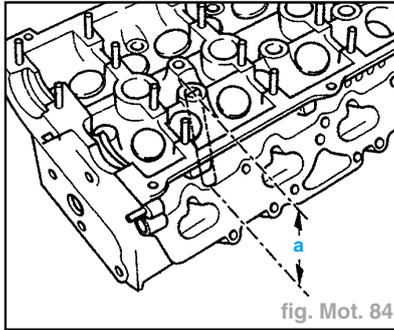

fig. Mot. 84
- La cote de rectification est mesurée à travers les alésages prévus pour les boulons de culasse (fig. Mot. 84).